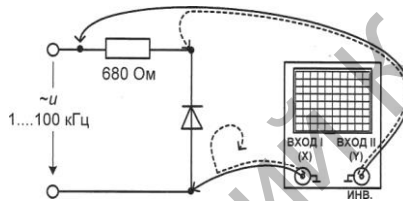

Рисунок 5.12
- Для исследования характеристик диодов на переменном токе соберите на наборном поле цепь согласно электрической схеме рис. 5.12. Измерительные приборы в схему не включайте, так как они могут создать дополнительные паразитные ёмкости. Не забудьте включить инвертирование сигнала по каналу II, чтобы отклонение луча вверх соответствовало прямому току через диод.